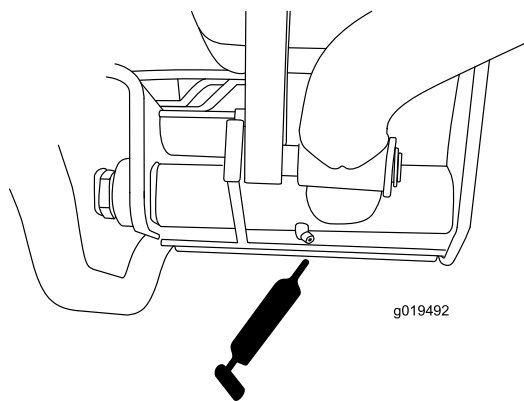

Figura 42
- Pivotes de los brazos de elevación traseros (2) (Figura 42)